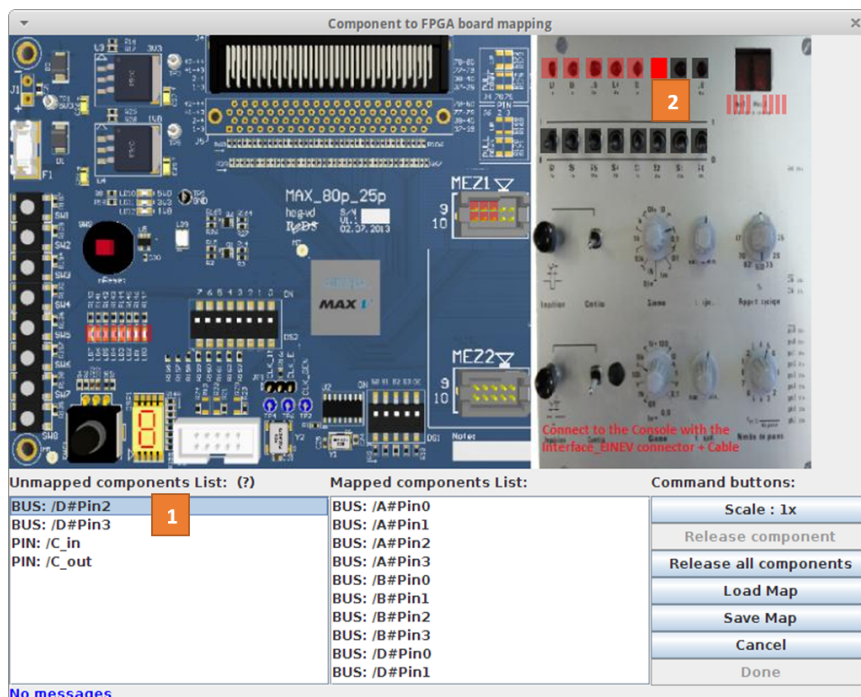

FIGURE 11. Console Board Mapping
5. Il faut ensuite associer les entrées/sorties de l'additionneur aux boutons et aux LEDs de la carte comme sur la Figure 11 et la Figure 12.